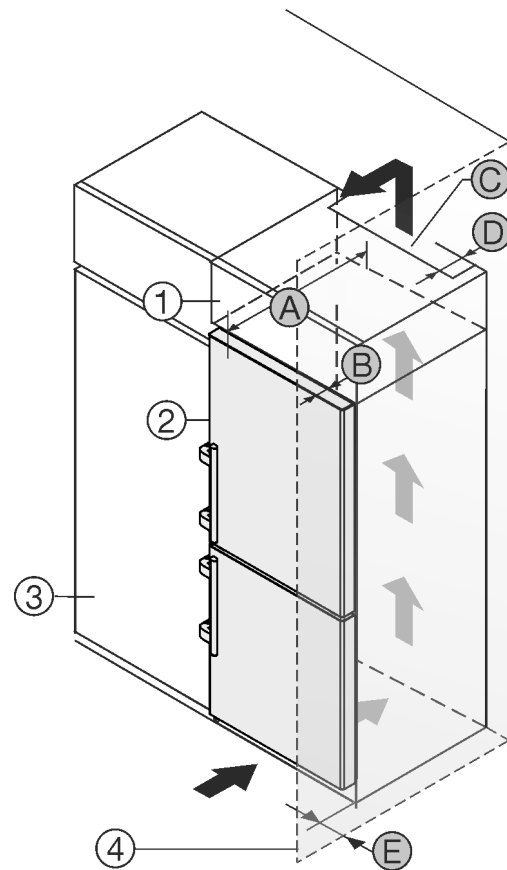

Fig. 2
- (1) Rehausse *
- (2) Appareil *
- (3) Placard de cuisine *
- (4) Mur *
- (A) Profondeur de l'appareil *
- (B) Profondeur de porte *
- (C) Section de ventilation *
- (D) Distance du dos de l'appareil *
- (E) Distance par rapport au côté de l'appareil *
Vous pouvez placer le réfrigérateur directement à côté de l'armoire de cuisine Fig. 2 (3).*
Une sortie d'air avec la profondeur Fig. 2 (D) doit être présente au dos de la rehausse sur toute sa largeur.*
La section de ventilation Fig. 2 (C) sous plafond doit être respectée.*
Si le réfrigérateur est installé avec les charnières près d'une paroi Fig. 2 (4), la distance entre le réfrigérateur et la paroi doit être d'au moins 57 mm . Cela correspond au dépassement de la poignée lorsque la porte est ouverte.*
Pour pouvoir ouvrir complètement les portes, le réfrigérateur doit dépasser de la profondeur de la porte *Fig. 2 (B)* par rapport à la façade du placard. L'appareil peut déborder encore plus en fonction de la profondeur des placards *Fig. 2 (3)* et de l'utilisation de cales d'épaisseur.*